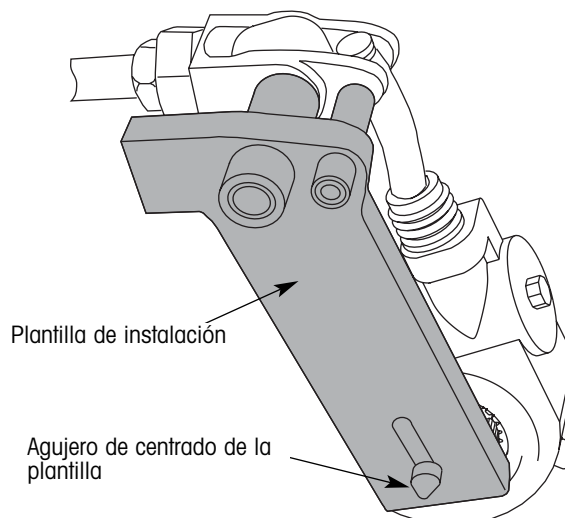

Figura 41. Colocando la plantilla de instalación en los pernos de la orquilla
7. Coloque la plantilla de instalación sobre los pernos pequeño y largo de la orquilla como se muestra en la figura 41.